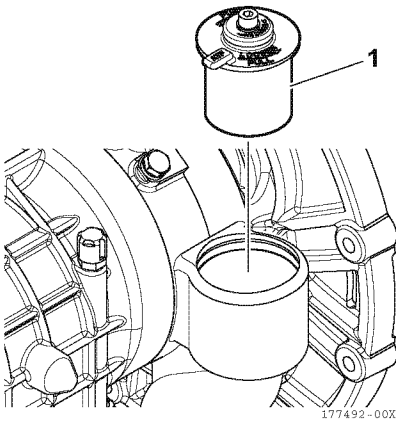

Figura 12
2. Retire el conjunto del filtro (1, **Figura 12**) de la caja de engranajes.